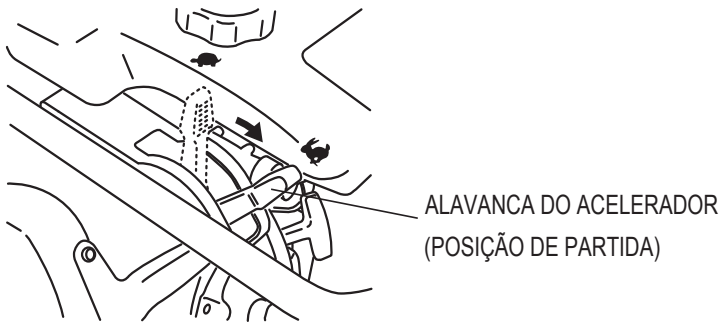

Figura 8. Alavanca do acelerador (Posição de partida)
1. Para acionar o compactador de percussão, mova a alavanca do acelerador (Figura 8) **rapidamente** da posição de **PONTO MORTO** para a posição de **PARTIDA** (👉). **NÃO** mova a alavanca do acelerador devagar pois isso pode danificar a embreagem ou a mola.